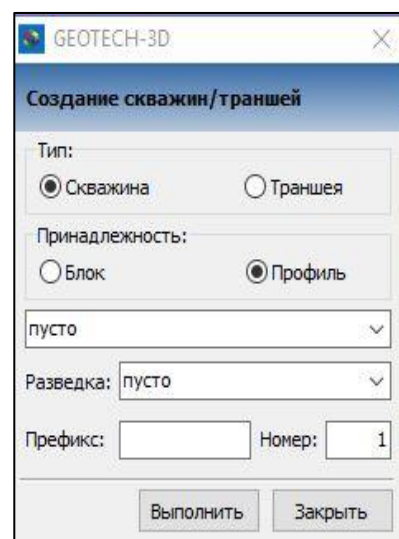

Рис. 6.4
12.2. В окне **Создание скважин/траншей** значения будут соответствовать рис.6.4. Нажмите **Выполнить**.